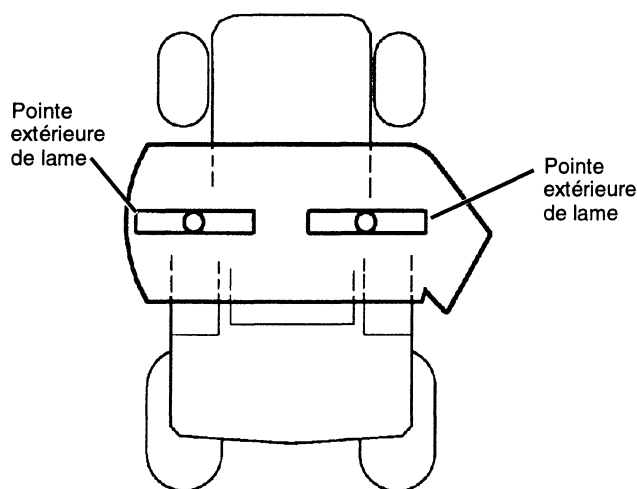

FIGURE 43
- Mesurer la hauteur entre le sol à niveau et la pointe extérieure des lames de droite et de gauche (voir Fig. 43). La différence entre les deux mesures ne doit pas dépasser **6 mm (1/4 po)**.